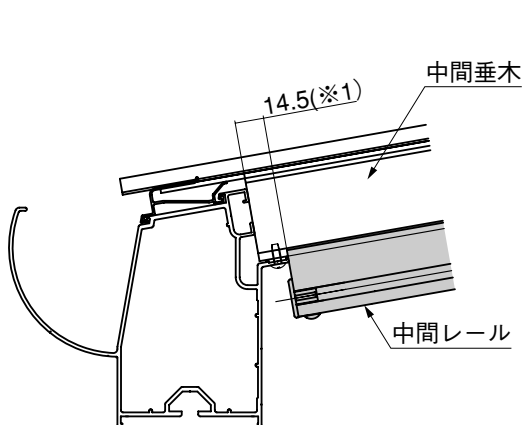

図4-1 Fタイプの間中垂木と中間レールの位置
- ③ 図4-1または、図4-2のように中間垂木と中間レールの位置を14.5mm (※1) に合わせてください。
- ④ 中間レールの取付け穴の穴位置に合わせて、中間垂木にφ3.5の穴をあけてください。
- ⑤ 中間垂木に、中間レールを3-①で固定してください。